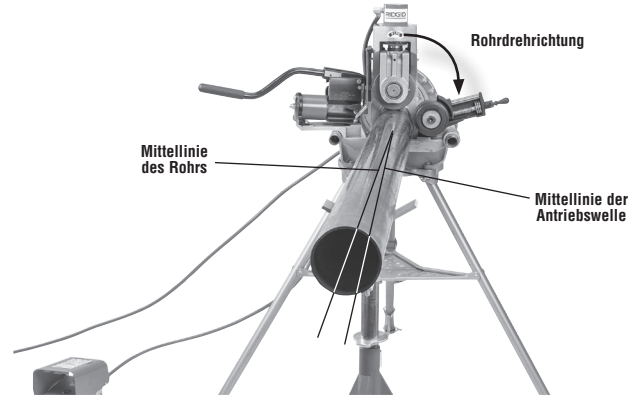

Abbildung 2 - Versetzen des Rohrs um 1/2° in Richtung Bediener, (übertrieben)
2. Versetzen Sie das Rohr und die Rohrstützer um ca. 1/2 Grad (ca. 1" bei 10 Fuß vom Rollnutgerät) in Richtung des Bedieners. Eine korrekte Ausrichtung des Rohrs und des Rollnutgeräts trägt dazu bei, dass das Rohr während des Nutens richtig geführt wird (siehe Abbildung 2). Dies ist der richtige Versatz für das Nutzen mit der Maschine in der REV-Schalterstellung und funktioniert mit dem Stabilisator.